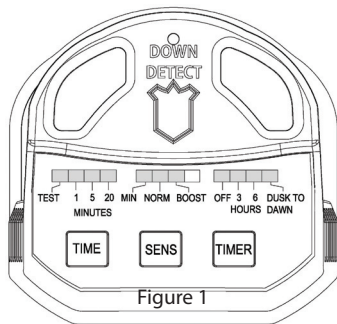

Figure 1
• La Figure 1 indique tous les réglages possibles du détecteur de mouvement.